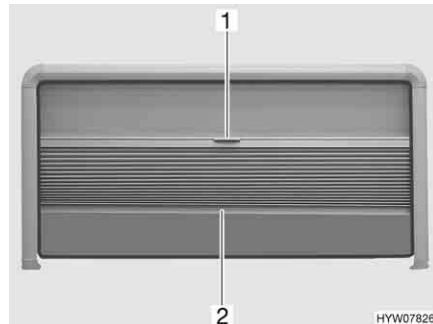

Fig. 64 Finestra apribile
- Afferrare la tendina oscurante pieghevole al centro dell'asta di chiusura (Fig. 64,2) e tirare delicatamente verso il basso.
- Tenere la parte centrale dell'asta di chiusura (Fig. 64,2) della tendina oscurante pieghevole e tirare quest'ultima verso l'alto con cautela.
- Tirare la protezione contro gli insetti (Fig. 64,1) verso il basso utilizzando la maniglia.
- Riconduurre lentamente verso l'alto la protezione contro gli insetti sull'asta di chiusura della tendina oscurante pieghevole (Fig. 64,2).